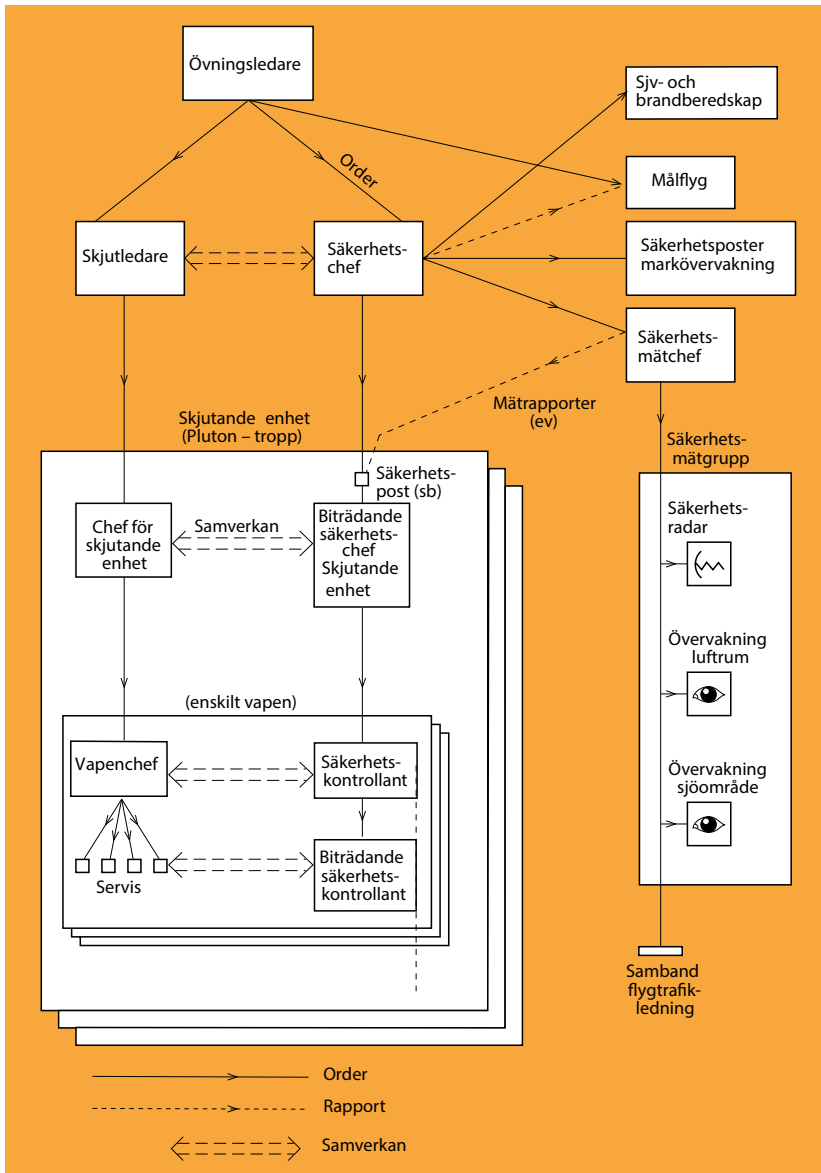

Bild 2.1. Exempel på lednings- och säkerhetsorganisation vid luftmålskjutning under övervakningsgrad röd
**1. Principerna för organisation.** – Principerna för organisation vid skjutning mot luftmål under övervakningsgrad röd framgår av *Bild 2.1*.